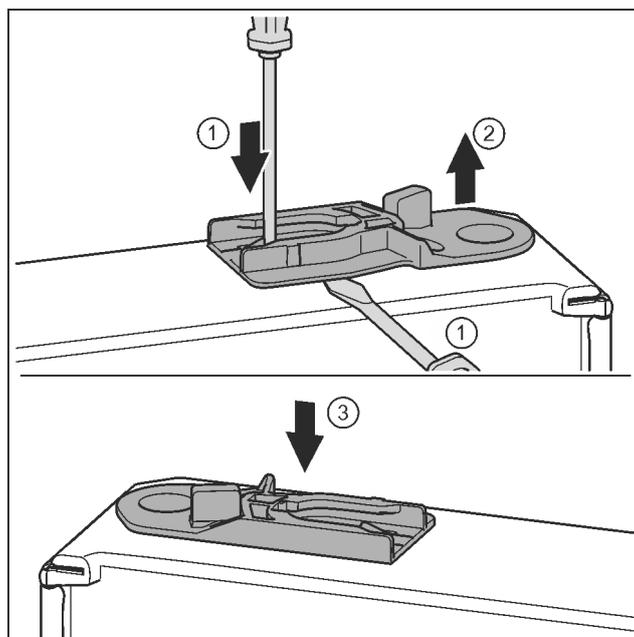

Fig. 32
- ▶ Estrarre la bussola di guida: con un cacciavite spingere la linguetta e contemporaneamente con un cacciavite spostarla sotto la bussola di guida. Fig. 32 (1, 2)
- ▶ Inserire sull'altro lato dell'apparecchio la bussola di guida fornita in dotazione. Fig. 32 (3)